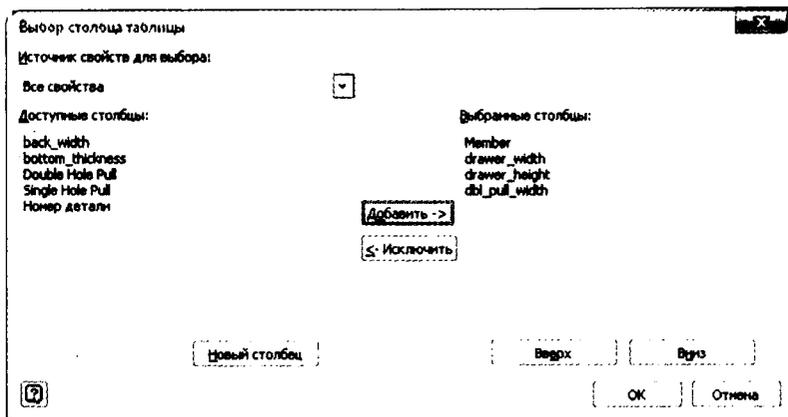

Рис. 15.19. Выбор включений для таблицы параметрической детали
5. В диалоговом окне **Выбор столбца таблицы** добавьте `drawer_width`, `drawer_height` и `dbl_pull_width` в **Выбранные столбцы** (рис. 15.19), затем нажмите **OK**.